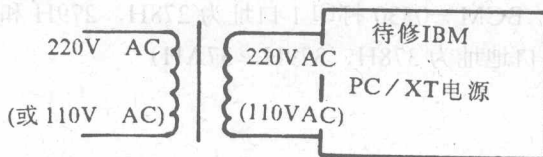

图 2 隔离变压器的连接
3、这种电源设计的另一特点，系统电源是直接从交流 220 伏（或 110 伏）经桥式整流（或倍压整流一对 110 伏供电而言）、滤波获得 300 伏的直流变换用电压。省去电源变压器，在设计上是十分先进的，使用也十分安全。但这种电路对维修人员十分危险。众所周知，当带电源变压器的电路使人触电时，在触电瞬间，电能的绝大部分，被变压器电感线圈吸收，一般情况下不会造成触电者生命危险。但是，当电路无电源变压器时，在触电短路瞬间，电路能量全加到触电者身上，况且又是直流 300 伏，后里就严重了。为保证维修人员维修 PC / XT 电源时的安全，除了要求工作台、地板绝缘外，最好在供电系统与 PC / XT 电源间加接一个隔离变压器，如图 2。这个变压器初次级电压要与供电电压一致，如 220 伏。功率 150 瓦即可。